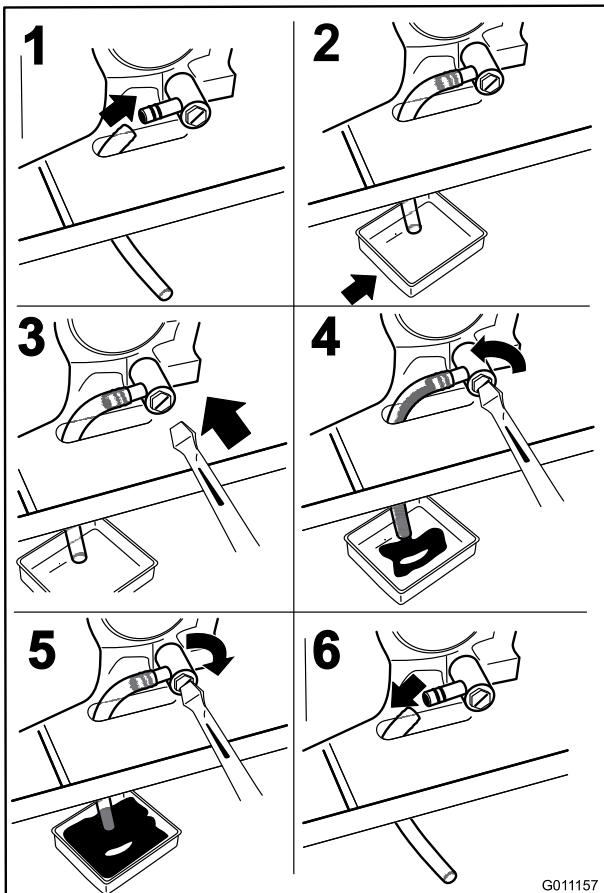

Bild 41
4. Stellen Sie vor dem Verlassen des Fahrersitzes den Motor ab, ziehen Sie den Schlüssel ab und warten Sie, bis alle rotierenden Teile zum Stillstand gekommen sind (Bild 41).